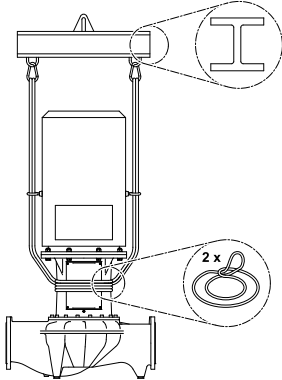

Fig. 32: Applicazione delle fasce di carico (Versione IL)
- Per il sollevamento con la gru è necessario avvolgere la pompa con cinghie adeguate come indicato in (Fig. 32/33). Introdurre la pompa in cappi che si stringono per effetto del peso proprio della pompa.